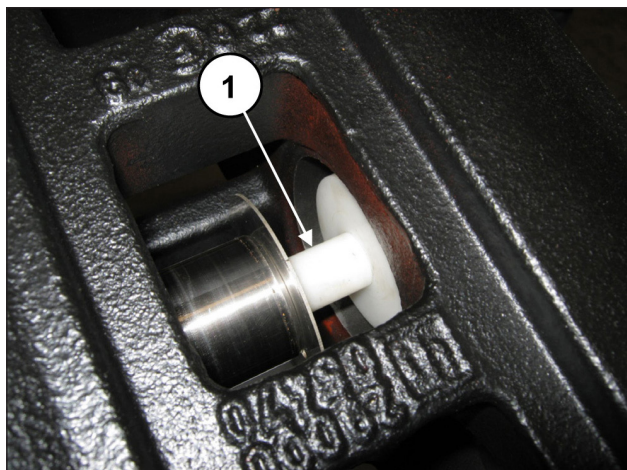

Fig. 170
Introducir la herramienta tampón (cód. 27632500 entre la guía del pistón y el pistón (pos. ①, Fig. 170).